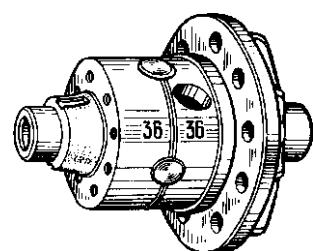

Рис. 9.7. Установка коробок сателлитов по меткам
- Установите шестернию полуоси с упорной шайбой в сборе в правую коробку сателлитов. Придерживая шестернию полуоси, установите правую чашку сателлитов на левую так, чтобы метки (рис. 9.7) (порядковые номера) обеих чашек были совмещены.